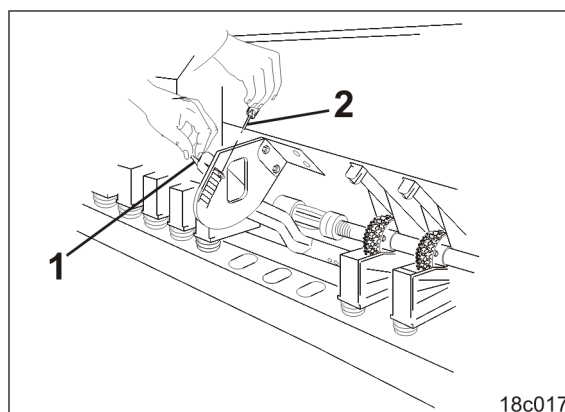

Рис. 167
1. Установите рычаг клапана высевной коробки (Рис. 167/1) в группе отверстий согласно значению в таблице (см. стр. 58).
2. Зафиксируйте рычаг клапана высевной коробки шплинтом с кольцом (Рис. 167/2).